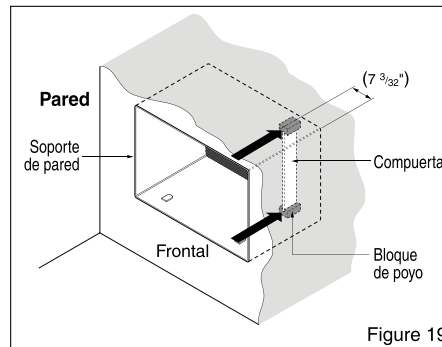

Figure 19
- 6** Retire el envoltorio de los bloques de apoyo y únelos al interior del soporte de pared como muestra la FIG. 19. Deslice la compuerta dentro de las ranuras en los bloques de apoyo.